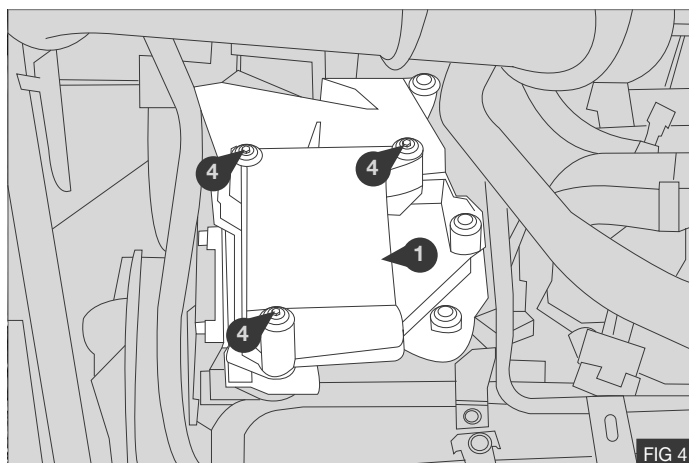

FIG 4
1. Monter la console de fixation fournie (1) sur le moteur à l'aide des boulons (4) - Fig 4.
2. Serrer les vis (4) à un couple de 44Nm / 32 lb ft - Fig 4.
1. Retirer les oreilles de montage ① du compresseur - Fig 4.